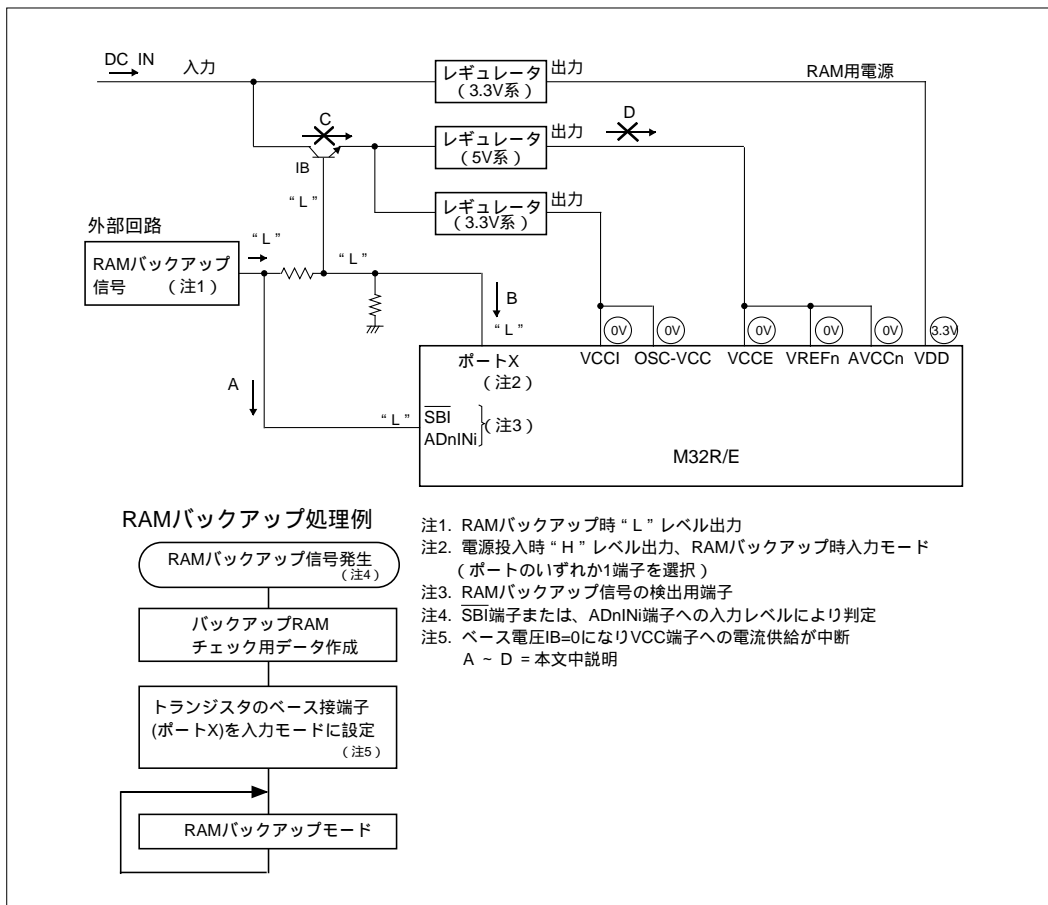
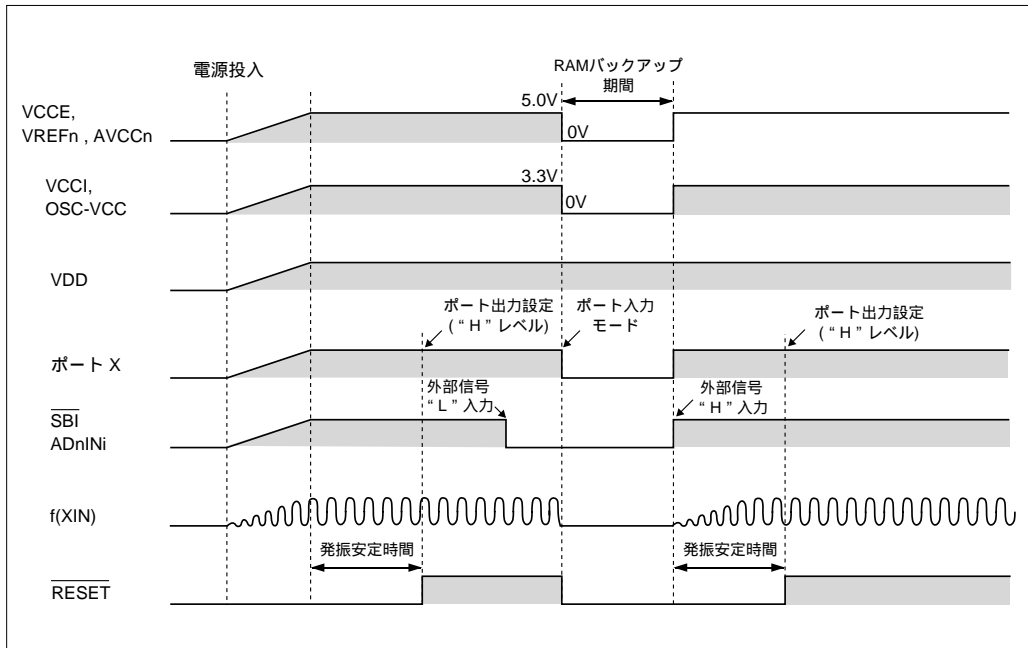

図17.3.3 低消費電力化時のRAMバックアップ時の状態
図17.3.4 低消費電力化のためのRAMバックアップシーケンス例
図17.3.3にRAMバックアップ時の状態を、図17.3.4にRAMバックアップシーケンスを示します。外部回路から“L”レベルが出力されるとSBI端子またはADnINi端子へ“L”レベルが入力されます。これらの端子への“L”レベル入力が、RAMバックアップ信号の発生となります(図17.3.3のA、)。RAMバックアップモードを有効にするためには、次の設定を行ってください。
- (1) RAMバックアップモードから通常モードに復帰したときに、RAMのデータが正常に保存されていたかのチェック用データを作成(図17.3.3の)。)
- (2) 低消費電力を実現するために、ポートX以外のプログラマブル入出力ポートをすべて入力モード(又は出力モードで“L”レベル出力)に設定する(図17.3.3の)。
- (3) ポートXを入力モードに設定する(図17.3.3のB、)。この処置によってトランジスタのベース電圧IBが“L”レベルになり、電流はトランジスタを介して電源からVCC端子へ流れないため(図17.3.3のC)、VCC端子への電流の供給が切れます(図17.3.3のD)。
- (1)~(3)の設定によってVDD端子は $3.3V \pm 10\%$ 、その他の端子は0Vになり、M32R/EはRAMバックアップモードになります(図17.3.3の)。